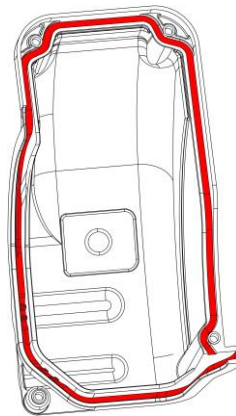

图 24 – 主电源盖板下侧
3. 从任何一端开始，将“D”密封件放在盖板凹槽内。沿凹槽安装密封件，直到够到另一端。确保密封件一端与盖板内凹槽一端齐平，然后切割密封件。参见图 24（主电源盖板下侧）了解盖板下方密封件位置图示。